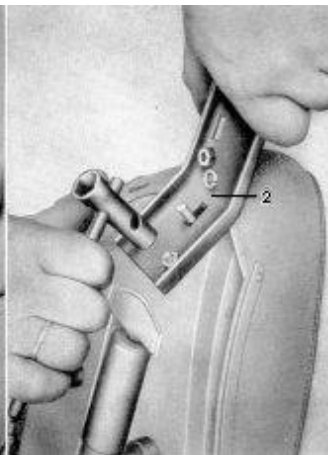

Bild 3
4. Handgriff **3** mittels der beigegebenen Senkschrauben **4** sowie Federscheiben und Muttern am Kindersitz befestigen. **Abb. 3.**
5. Kompletten Kindersitz auf feste Unterlage auflegen, Sitzbank mit Stütze in die hervorstehenden Schrauben **5** einfädeln und mittels der beigegebenen Federscheiben und Muttern festschrauben. **Abb. 3.**